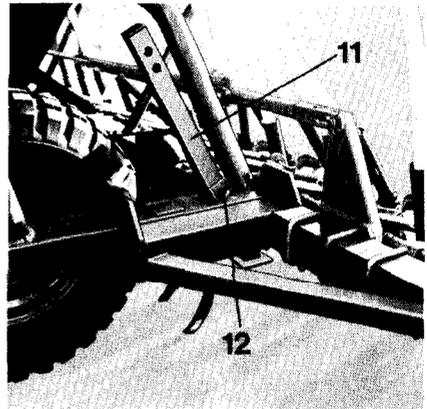

Fig. 9
6. Die Abstellstützen (Fig. 9/11) hochziehen und mit Bolzen (Fig. 9/12) und Federvorstecker sichern.